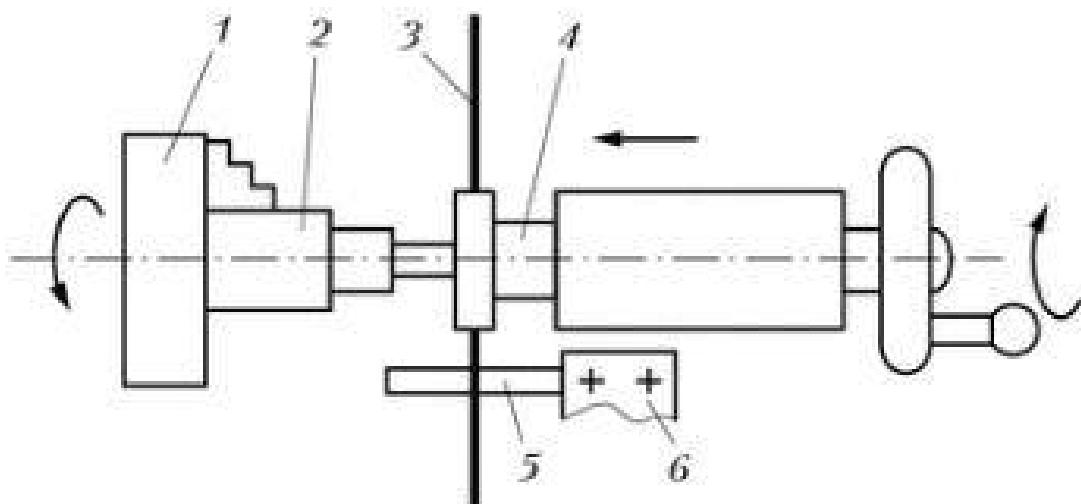

Рис. 65. Нарезание резьбы плашкой на токарно-винторезном станке:
4. Закрепите заготовку в трёхкулачковый патрон (рис. 65).
7. Установите плашку заборной частью на фаску заготовки и подожмите плашкодержатель пинолью задней бабки. Рукоятку плашкодержателя обоприте на планку, закреплённую в резцедержателе (см. рис. 65).